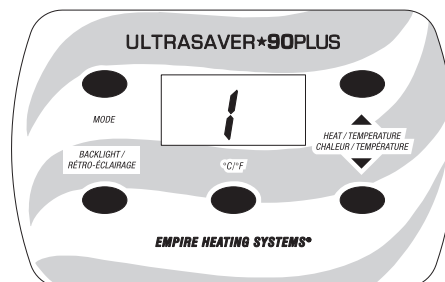

Figure 60
1. Appuyer une fois sur le bouton Mode Select (sélection de mode) depuis le mode Distant pour démarrer l'appareil de chauffage manuellement. Voir Figure 60. Le panneau de commande s'activera et affichera le niveau de chaleur souhaité.